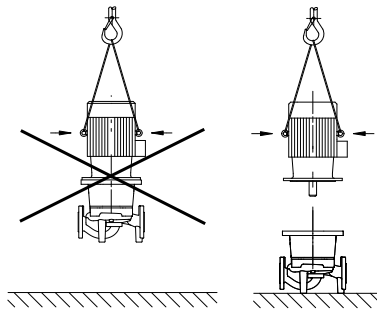

Fig. 20: Transporte del motor
- Las argollas de elevación situadas en el motor sirven solo para transportar la carga del motor, no la bomba completa (Fig. 20).